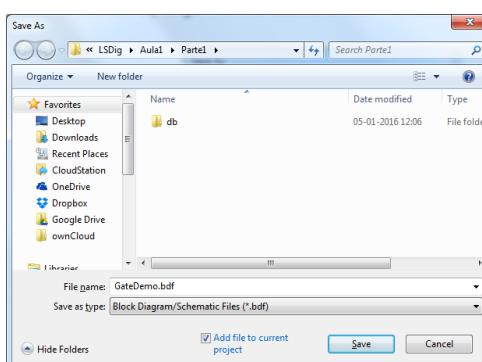

Figura 14 – Caixa de diálogo para gravação do ficheiro “GateDemo.bdf”.
**7.** Grave o ficheiro, cujo nome deverá ser “GateDemo.bdf” (Figura 14).